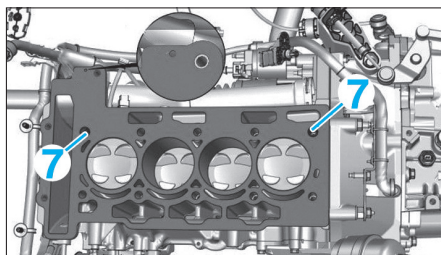

FIG. 64
- Contrôler la présence des douilles de centrage (7) puis mettre en place le joint de culasse (Fig.64).